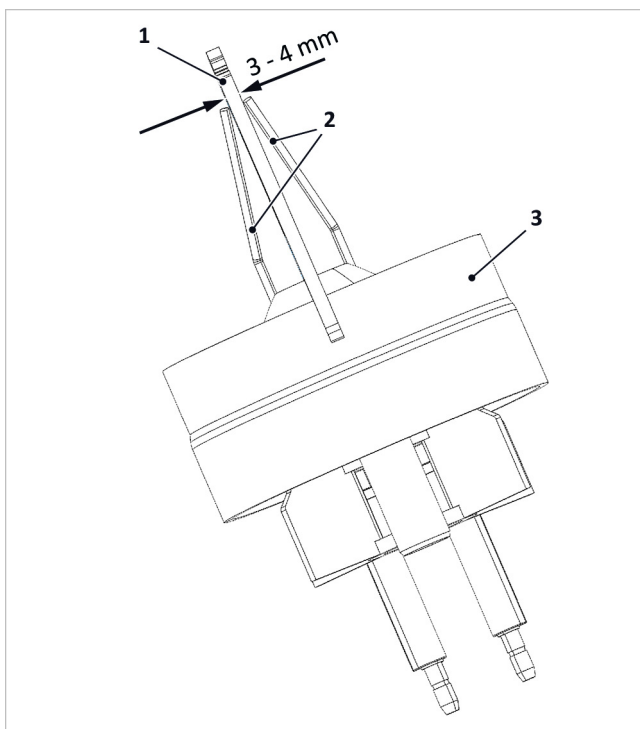

Fig. 146: Comprobar la distancia de los electrodos de encendido
- Controle la distancia de los electrodos tal y como se muestra en la → fig. 146 y, en caso necesario, corrijala doblándolos.